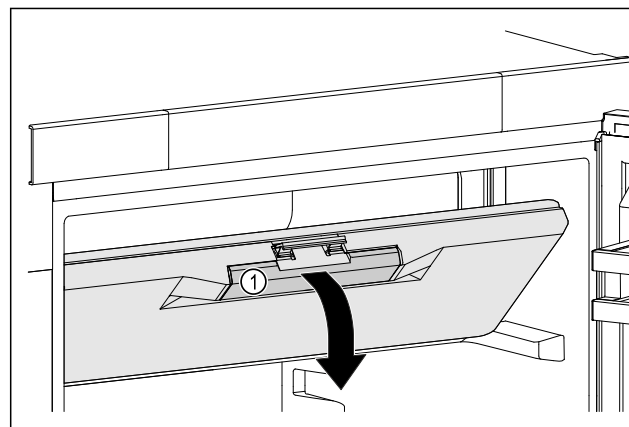

Fig. 46
- Gefrierfachtür an der Griffmulde Fig. 46 (1) anfassen.